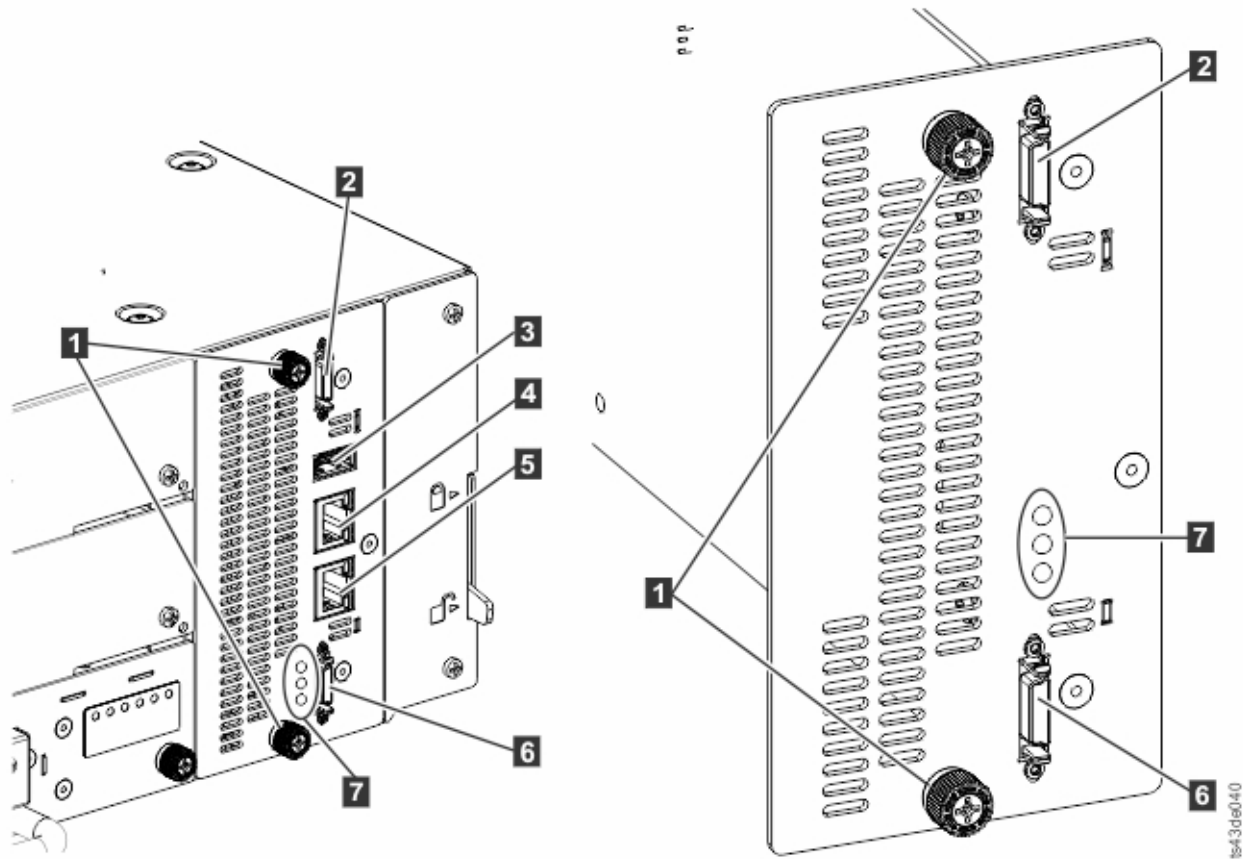

Abbildung 69. Komponenten der Controllerkarte
3. Entfernen Sie die Ethernet-Kabel (**4** und **5**) und das USB-Kabel (**3**) (falls vorhanden). (Ein Erweiterungsmodul hat keinen Ethernet- oder USB-Port. Siehe Abb. 69 auf Seite 132).
4. Setzen Sie die vorher entfernten Erweiterungsmodul-Verbindungskabel (**2** und **6**), die Ethernet-Kabel (**4** und **5**) und das USB-Kabel (**3**) wieder ein. (Ein Erweiterungsmodul hat keinen Ethernet- oder USB-Port. Siehe Abb. 69 auf Seite 132).